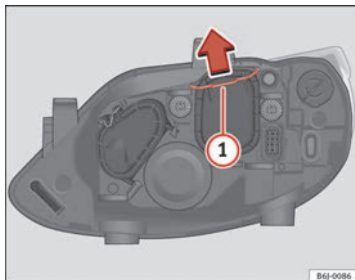

Fig. 165 Anabbaglianti
- Far scorrere il tirante ⇒ fig. 165 ① nel senso della freccia e sfilare la chiusura.